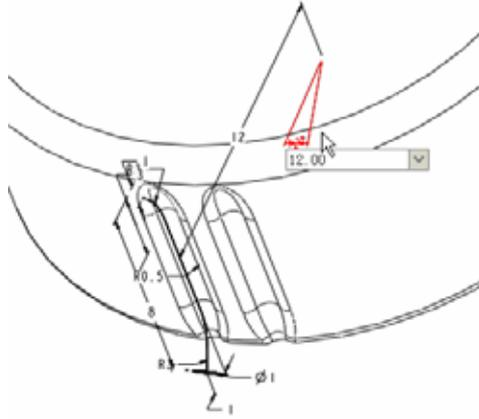

图 35-23
- (1) 在模型树中（或在模型中），选中步骤 9 复制的特征，单击阵列工具按钮，打开阵列特征操控板。
- (2) 如图 35-23 所示，在模型中选中尺寸“12°”作为第 1 方向的阵列尺寸，在弹出的文本框中输入在该方向上的尺寸增量为“12”。